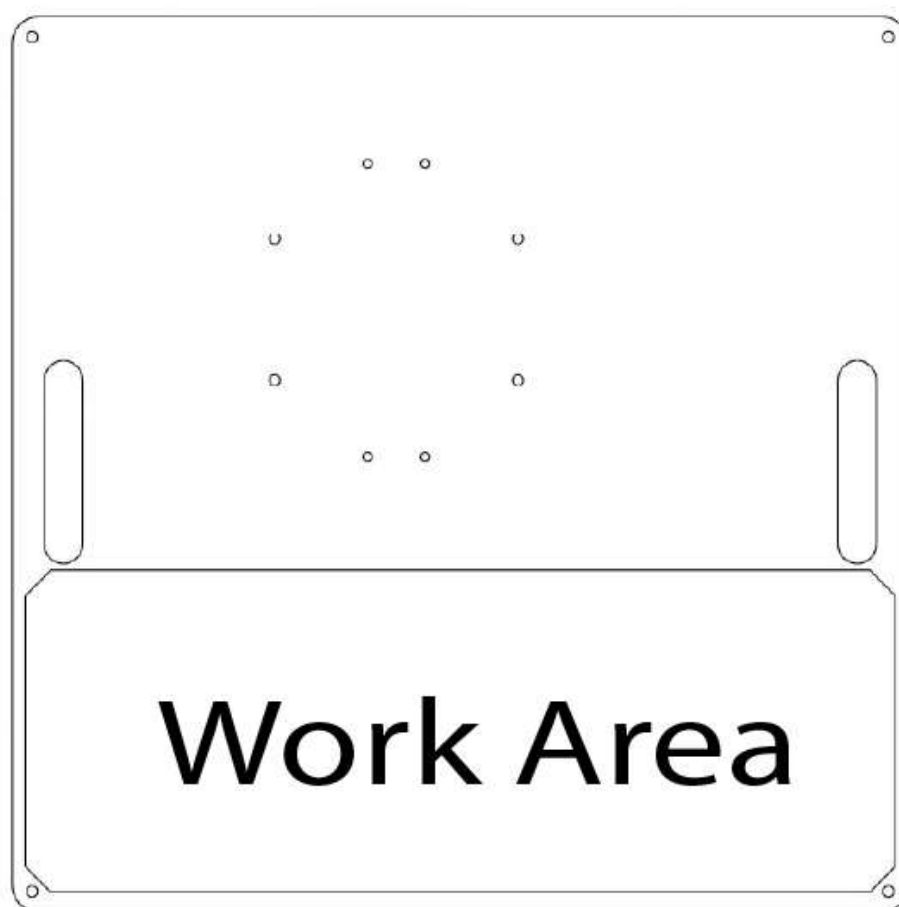

Figura 1: Orientamento piastra base
2. Disimballare la piastra base (opzionale) e posizionarla con i fori di fissaggio orientati lontano da voi (figura 1). Se si desidera fissare il cavalletto al pavimento, praticare i fori secondo lo schema a fine manuale.